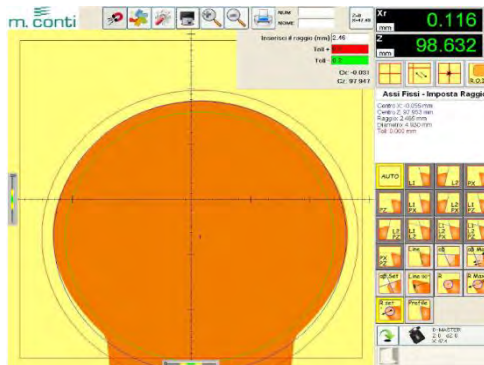

fig. G16
1. Faire coïncider visuellement le profil de l'outil en s'aidant avec le déplacement micrométrique de l'axe Z (H) et de l'axe X (F) comme illustré en fig. G16
2. Accéder avec le curseur dans la page vidéo et, en maintenant le bouton gauche appuyé, déplacer les 3 cercles jusqu'à ce qu'ils coïncident visuellement avec l'outil (fig. G16).